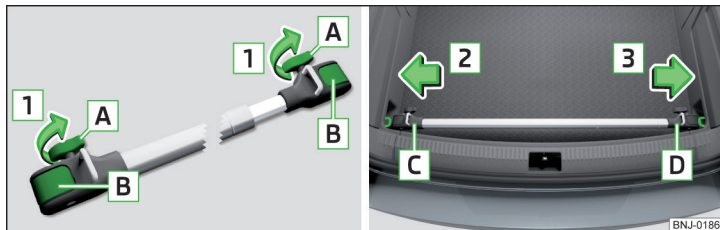

Fig. 95 Montarea suportului transversal: slăbirea șuruburilor și deblocarea suporturilor / așezarea suportului transversal pe inelele de ancorare
- Desprindeți complet șuruburile [A] » fig. 95 în sensul săgeții [1] și parțial scoateți-le.